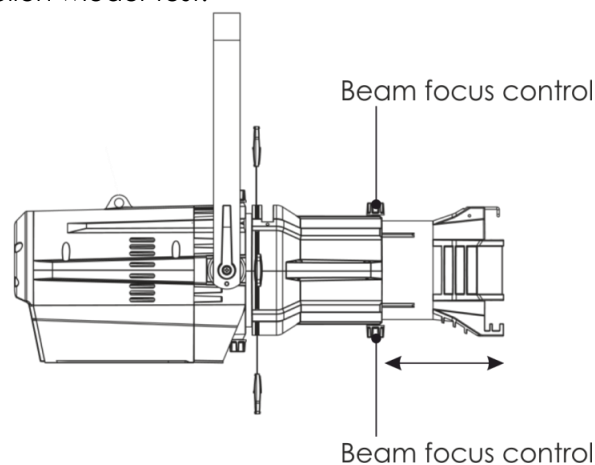

Abb. 04
- 01) Lösen Sie die Fokuskontrollen unter dem Tubus (Abb. 04).